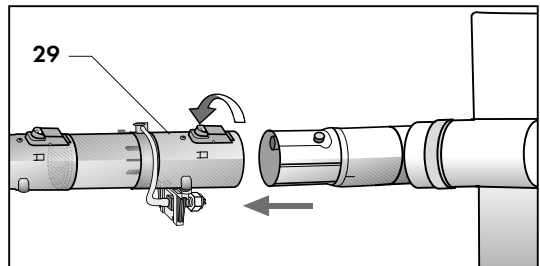

Abb. 14
- das Aufnahmestück des Zerstäubers in das Steckteil der Bürste stecken und den Arretierring drehen um beide Teile zu blockieren **(Abb. 14)**